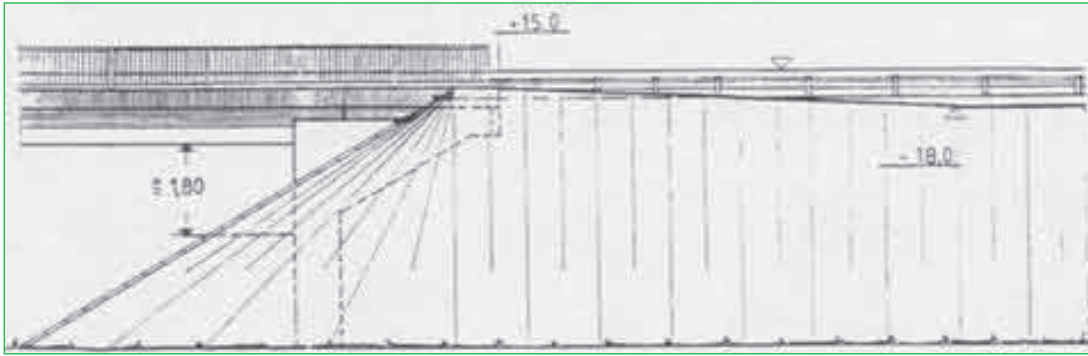

Abb. 2: Verziehung des Banketaußenrandes in der Ansicht, gemäß den BMVBW-Richtzeichnungen „Bösch 1“ und „Was 8“
- Aufweitung zur Brückenkappe hin (siehe Abbildung 2 bis 4)